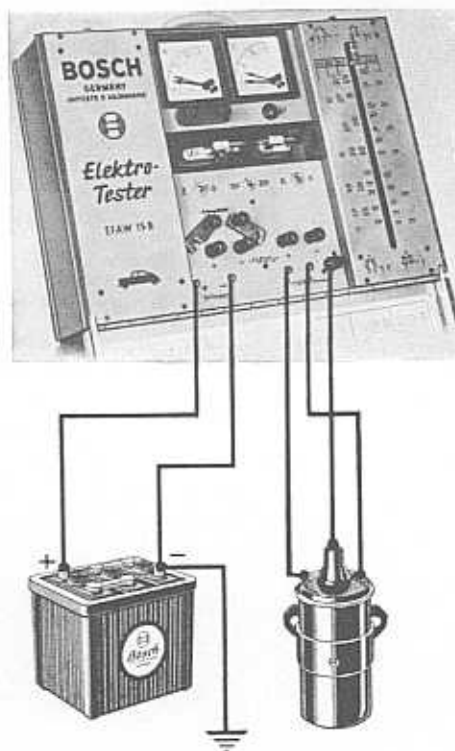

Bild 15
5. Prüfung einer Zündspule mit dem eingebauten Summer (Bild 15)